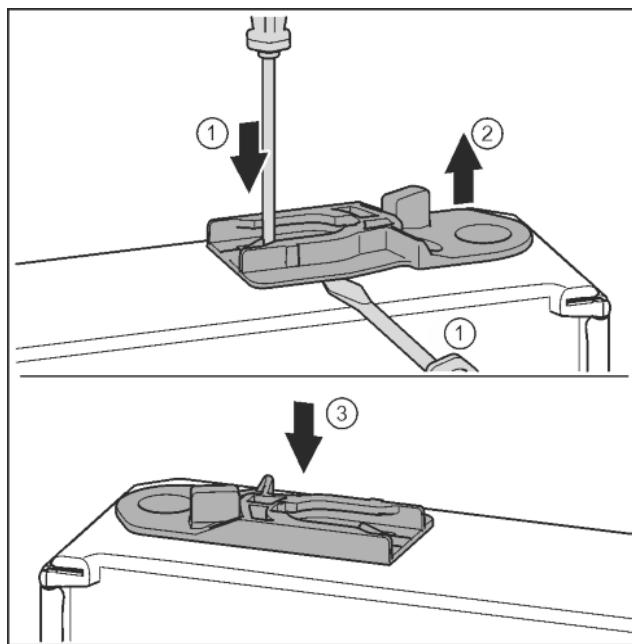

Fig. 37
- ▶ Изваждане на направляващата втулка: С плоска отвертка натиснете езичето и едновременно с това вкарайте плоска отвертка под направляващата втулка. Fig. 37 (1, 2)
- ▶ Вкарайте приложената към доставката направляваща втулка от другата страна на корпуса. Fig. 37 (3)